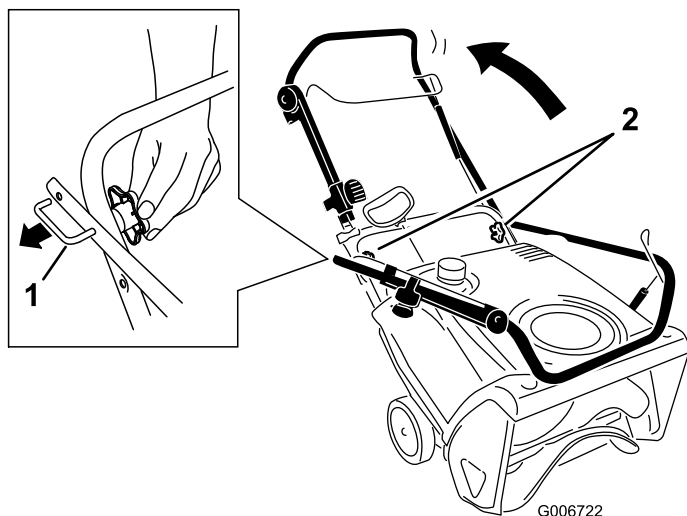

Рисунок 3
- Ослабьте затяжку головок рукоятки, вытяните фиксаторы “П”-образной рукоятки так, чтобы вы могли свободно двигать рукояткой, и поверните рукоятку в рабочее положение (Рисунок 3).